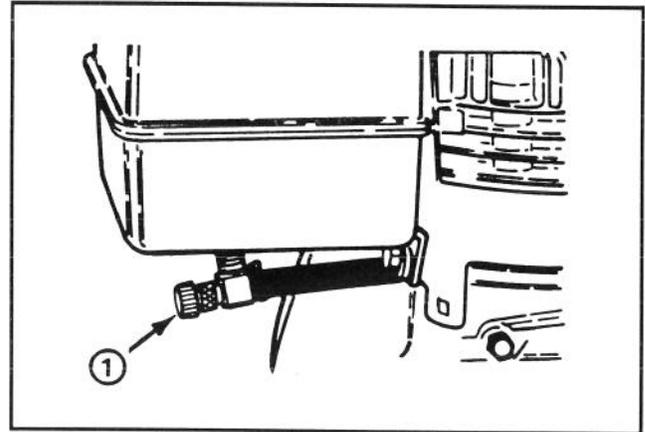

Abbildung 14
**Benzinhahn** (Abb. 14) – Der Benzinhahn befindet sich unten am Kraftstofftank. Den Benzinhahn schließen, um den Kraftstofffluß vom Kraftstofftank zu stoppen. Den Hahn öffnen, damit das Benzin in den Vergaser fließen kann. Den Benzinhahn schließen, wenn die Fräse nicht im Betrieb ist.
3. Den Benzinhahn unter dem Kraftstofftank öffnen (Abb. 14).